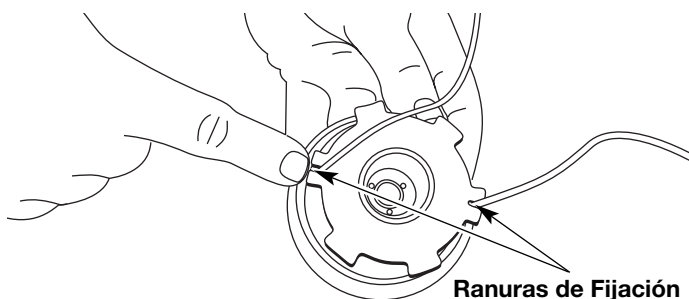

Fig. 20
- Inserte los extremos de la línea en las dos ranuras de fijación (Fig. 20).